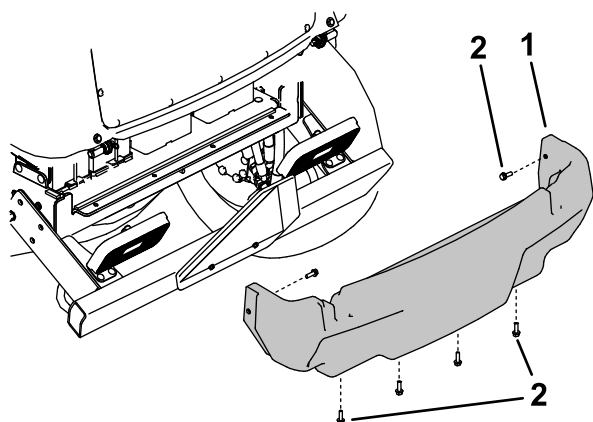

Figura 102
5. Retire os 6 parafusos flangeados que prendem o resguardo traseiro à estrutura e retire o resguardo traseiro (Figura 102).
4. Instale o resguardo traseiro (Figura 102).